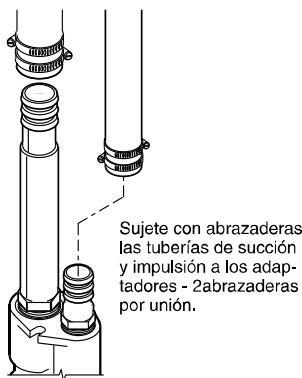

Figura 8
2. Conecte la tubería de plástico a los adaptadores usando abrazaderas para manguera (Ver Figura 8); use dos abrazaderas por unión. Ponga un tornillo en lados opuestos de la tubería como se muestra en la figura.